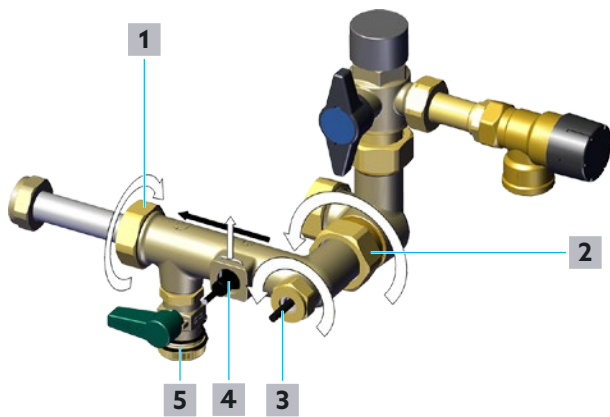

Abb. 35: Messturbine reinigen
- 7** Lösen Sie die Klammer des Volumenströmsensors (Position **4** in Abb. 35 auf Seite 38) und legen Sie diese beiseite.
- 8** Lösen Sie die Überwurfmutter des Temperatursensors Trinkwasser kalt/Zirkulation S3 (Position **3** in Abb. 35 auf Seite 38).
- 9** Ziehen Sie den Volumenströmsensor Trinkwasserkreis (Position **4** in Abb. 35 auf Seite 38) und den Temperatursensor Trinkwasser kalt/Zirkulation S3 (Position **3** in Abb. 35 auf Seite 38) vorsichtig aus der Armatur.
- 11** Lösen Sie die Überwurfmutter Trinkwasser-Vorlauf (Position **2** in Abb. 35 auf Seite 38) mit einem Maulschlüssel SW 38.
- 12** Lösen Sie die Überwurfmutter Wärmeübertragerseite (Position **1** in Abb. 35 auf Seite 38) mit einem Maulschlüssel SW 37.
Leiten Sie das fließende Wasser entgegengesetzt zur Durchflussrichtung durch die Armatur (Aus Richtung der Position **1** in Richtung der Position **2** in Abb. 35 auf Seite 38). Hierzu eignet sich insbesondere ein Wasserschlauch mit entsprechender Spritzdüse.
- 4 Bauen Sie den Volumenstromsensor Trinkwasserkreis (Position **4** in Abb. 35 auf Seite 38) und den Temperatursensor Trinkwasser kalt/Zirkulation S3 (Position **3** in Abb. 35 auf Seite 38) ein.